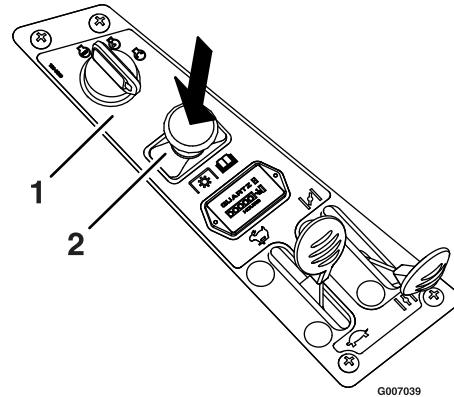

Figure 9
- Désengagez les lames en plaçant la commande des lames en position Désengagée (Figure 9).